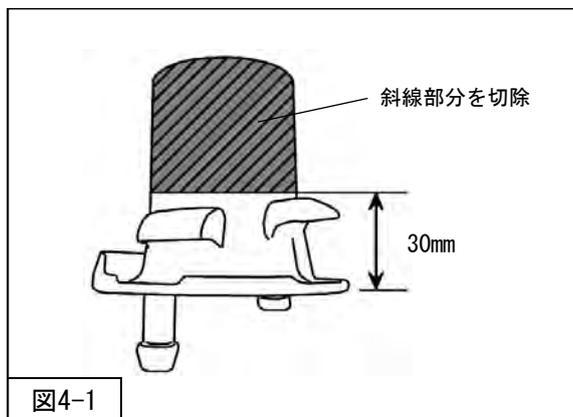

図4-1
1. 純正リアマウンティングラバーを、下から30mmのところを切除してください。（図4-1）